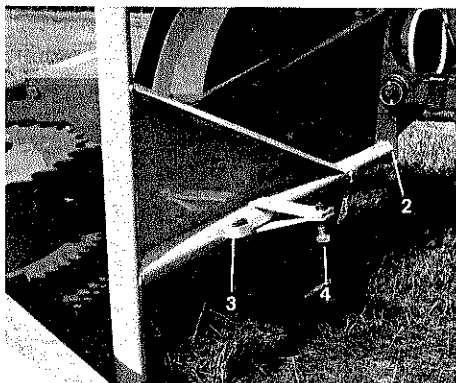

Abb. 4
Den Blattheber (1), Abb. 4, in senkrechter Stellung in die Öffnung (2) unter dem Dreipunktzapfen soweit einschieben, bis die beiden U-Bügel (3) ineinander greifen. Danach den Blattheber herunter schwenken. Die Stellschraube (4) soll sich vor dem Messerradgehäuse abstützen und die Blattheberspitze in der Schwebe halten.